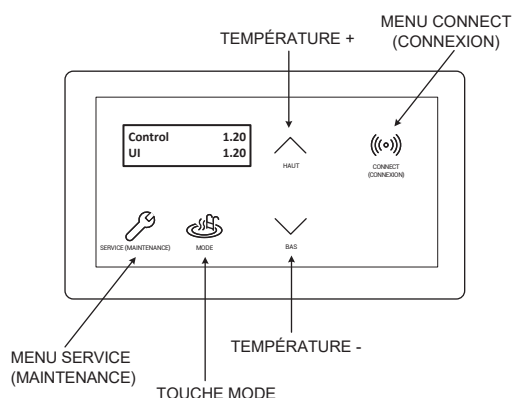

Figure 10. Afficheur de la thermopompe
L'afficheur se trouve sur le panneau avant de la thermopompe, protégé par une trappe. Il est possible de sélectionner tous les modes de fonctionnement et paramètres de la thermopompe à l'aide des cinq (5) touches situées sous l'afficheur. Ces touches sont présentées en **Figure 10**.